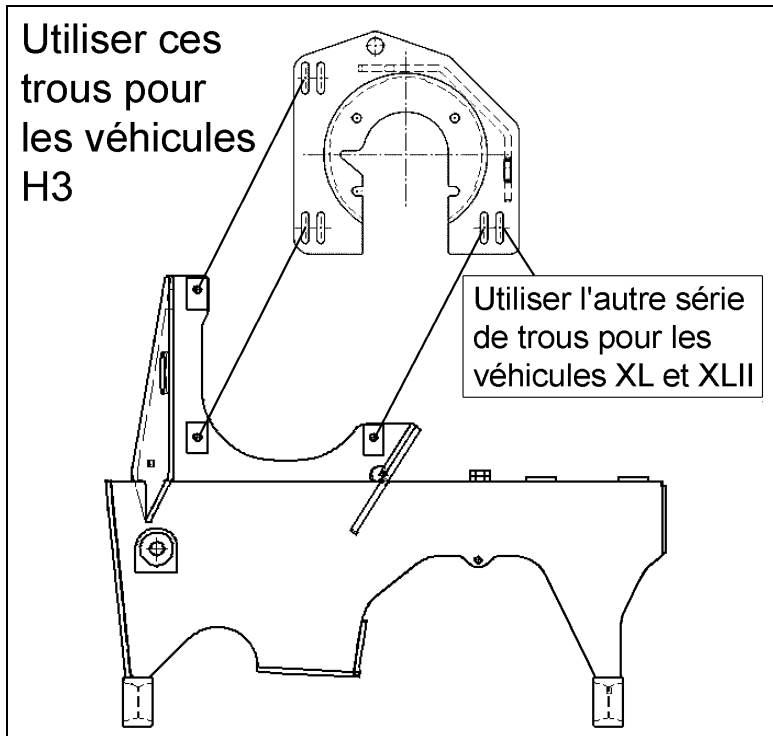

FIGURE 1
20. Installer la plaque support (052652) sur l'embrayage du ventilateur (550839) puis installer l'embrayage sur le socle de fixation et le fixer à l'aide des 3 boulons de carrosserie (5001208), rondelles plates (500874), rondelles Grower (502889) et des écrous (502543) (Voir figure 1).